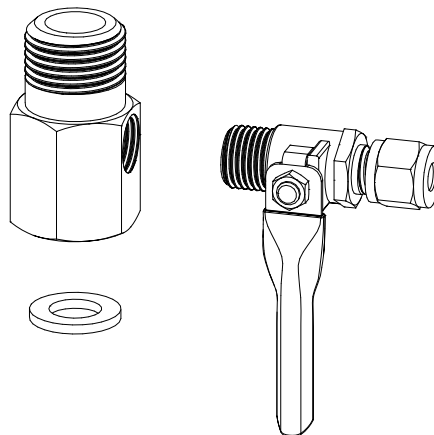

Рис.2
3. Собрать узел подачи воды, для этого соедините кран подачи воды с тройником. Используйте ФУМ -ленту. Рис.2